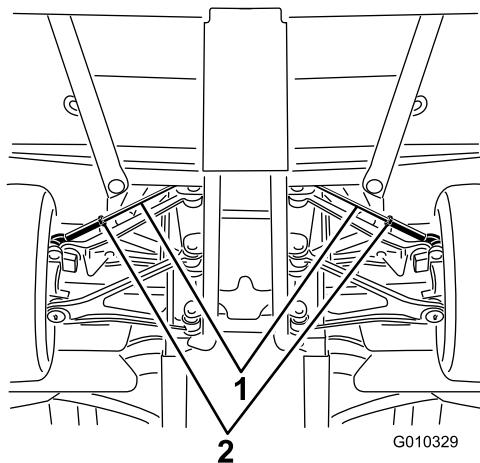

Figura 56
- A. Afloje la contratuerca del centro del tirante (Figura 56).